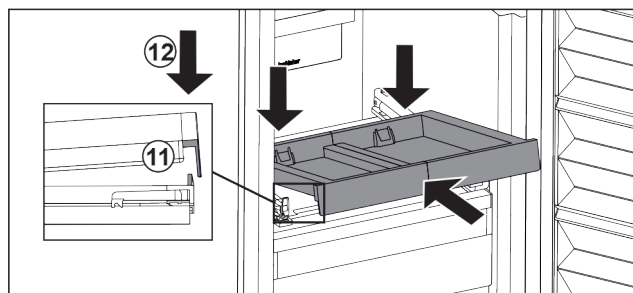

Fig. 29
- ▶ Schuin erin schuiven. Zorg ervoor dat de aanslag aan beide zijden achter de lip is. Fig. 29 (11)
- ▶ Uitschuifplateau aan voorzijde neerzetten. Fig. 29 (12)